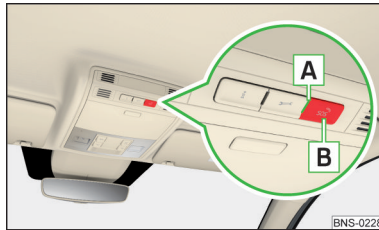

Abb. 4
Kontrollleuchte und Notruftaste » Abb. 4
- › Die Taste **B** » Abb. 4 für länger als 3 s drücken (der Verbindungsaufbau kann durch erneutes Drücken der Taste **beendet** werden).
Die **Funktion des Systems** wird nach dem Einschalten der Zündung durch Aufleuchten der Kontrollleuchte **A** angezeigt » Abb. 4.